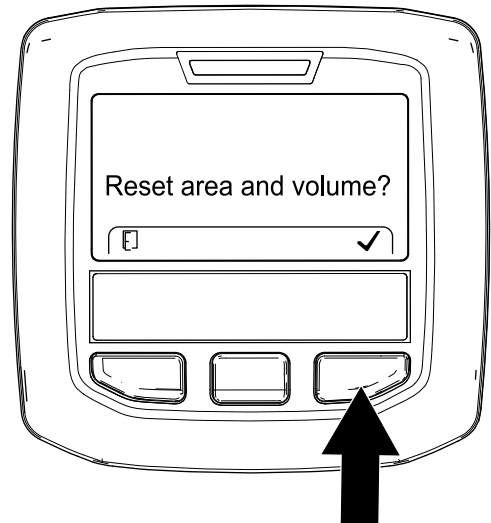

Figura 110
6. En la pantalla RESET AREA AND VOLUME (Restablecer área y volumen), pulse el botón derecho del InfoCenter (Figura 110).